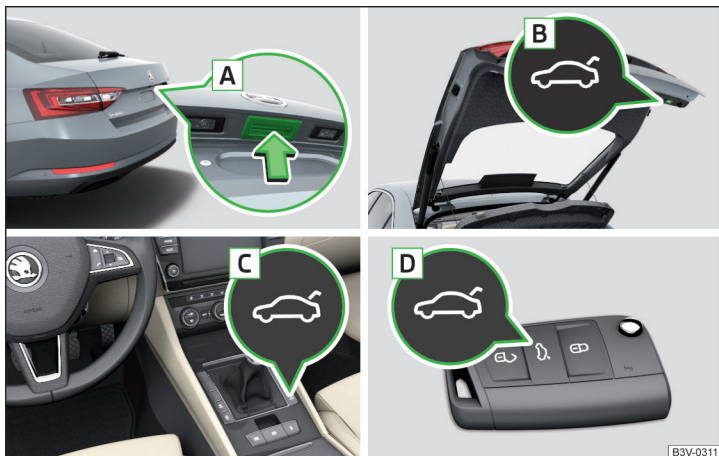

Fig. 38 Operarea capotei
- ▶ Prin apăsarea mânerului **A** » fig. 38.
- ▶ Prin apăsarea tastei **B** » fig. 38.
- ▶ Mențineți apăsat butonul **B** » fig. 38 la pagina 58, până când se emite un semnal acustic.
- Mențineți apăsat butonul **B** » fig. 38 la pagina 58, până când se emite un semnal acustic.
Capacul nu reacționează la semnalul de deschidere	Îndepărtarea unui eventual obstacol (de ex. zăpadă), redeschiderea capotei » pagina 58 Apăsarea mânerului A » fig. 38 la pagina 58 și tragerea capotei înspre în sus